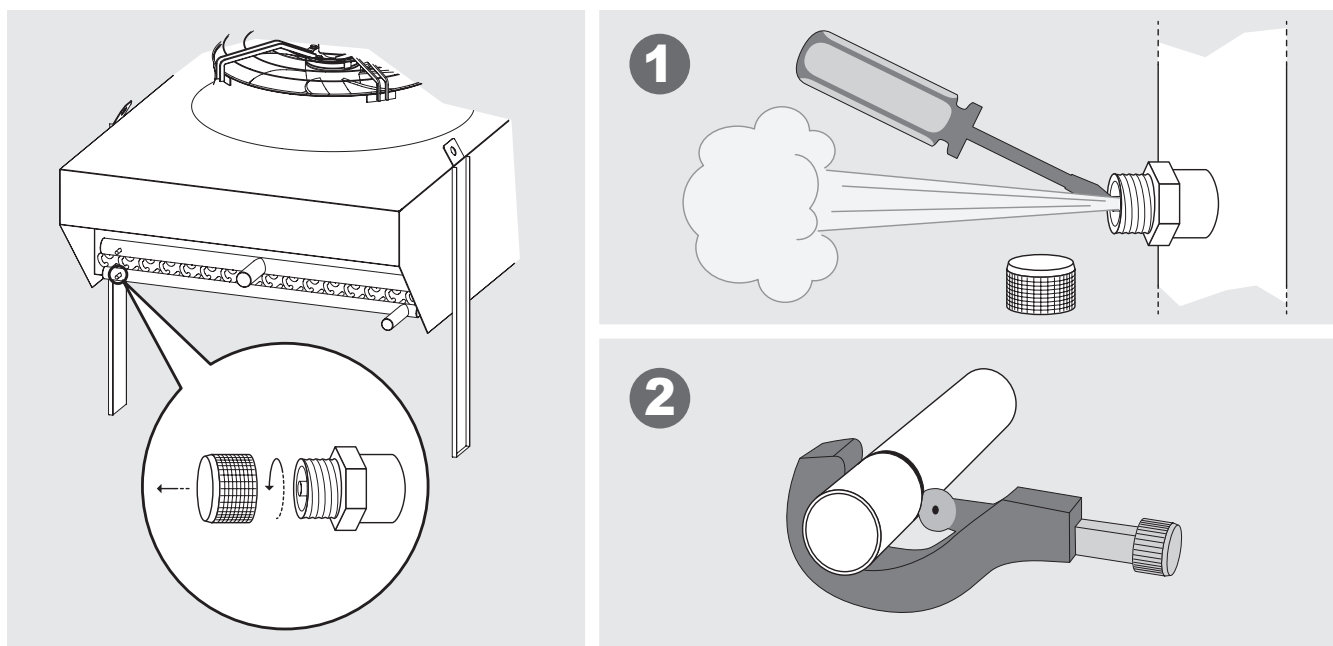

Figura 7
- 6.13 Per i condensatori KCEK, e gas cooler KCES prima del taglio dei manicotti di ingresso e/o uscita scaricare la pressione di precarica (2 bar circa) dallo scambiatore. Vedi Figura 7